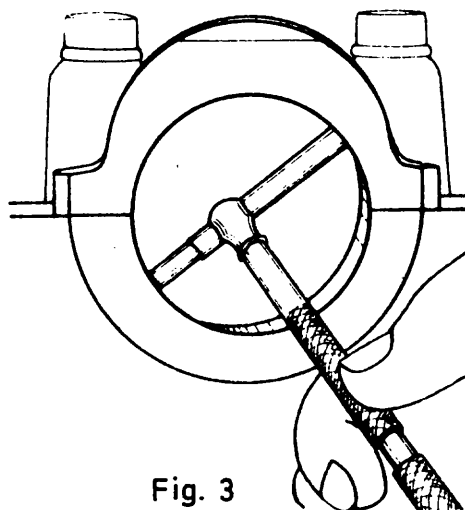

Fig. 3
- ___ f Mida con un micrómetro el interior de cada una de las bancadas y compárelo con la indicación del fabricante (fig. 3).